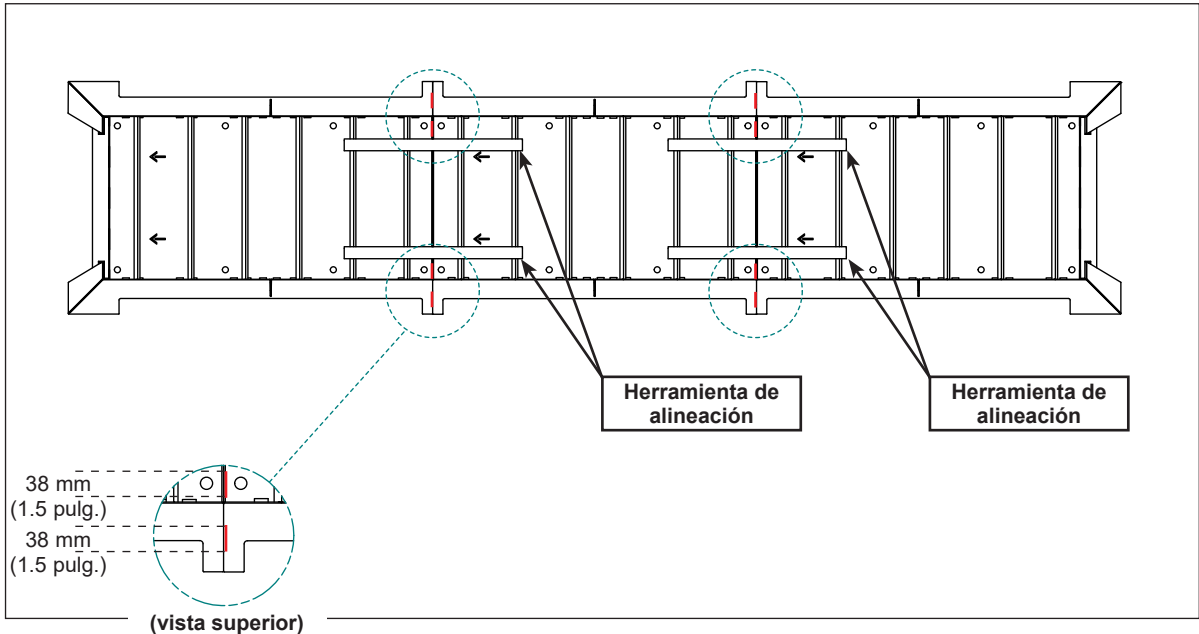

Figura 23
1. Modele las placas de piso y la distancia entre cada sección, utilizando las herramientas de alineación incluidas. Consulte la **Figura 23**.
5. Suelde para unir las secciones de la placa de retención con una máquina de soldadura con varilla. Consulte la **Figura 23 en la página 24**.